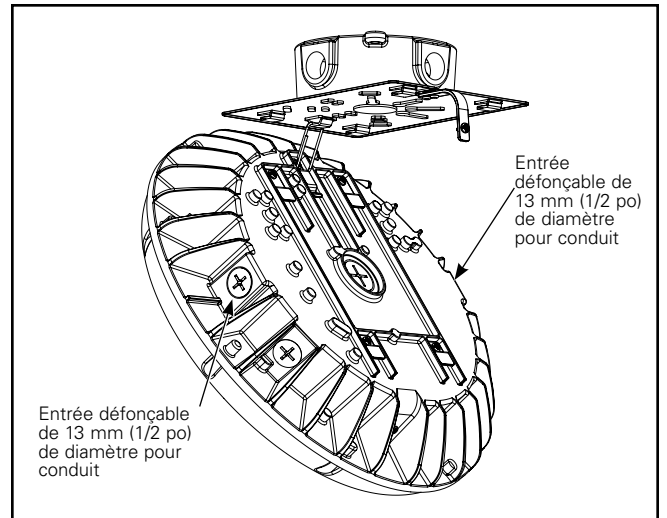

Figure 4.
5. Pendant que le luminaire est suspendu par l'anneau de la plaque de montage rapide, retirez les deux entrées défonçables de 13 mm (1/2 po) de diamètre, raccordez le conduit du luminaire et sécurisez-le avec du ruban PTFE (Figure 4). Les entrées défonçables de 13 mm (1/2 po) de diamètre sont directement opposés l'un à l'autre sur le luminaire. N'utilisez pas l'entrée défonçable de l'interrupteur de sélection de lumens pour raccorder le conduit.